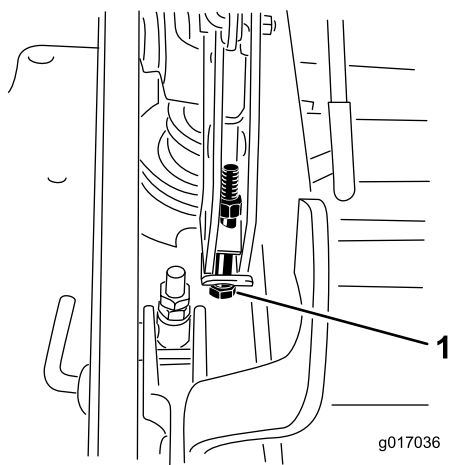

Figura 108
12. Si la carcasa está demasiado baja, apriete el perno del ajuste de un solo punto girándolo en el sentido de las agujas del reloj. Si la carcasa está demasiado alta, afloje el perno del ajuste de un solo punto girándolo en el sentido contrario a las agujas del reloj (Figura 108).